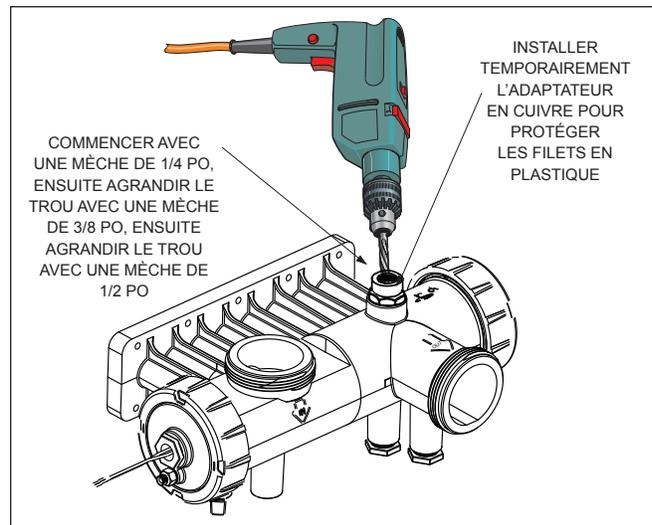

Figure 18. Percer un trou pour la soupape de limitation de pression
2. En utilisant comme guide la fraisure au centre du trou borgne, percer un trou de 1/4 po à travers le plastique. Voir figure 18.